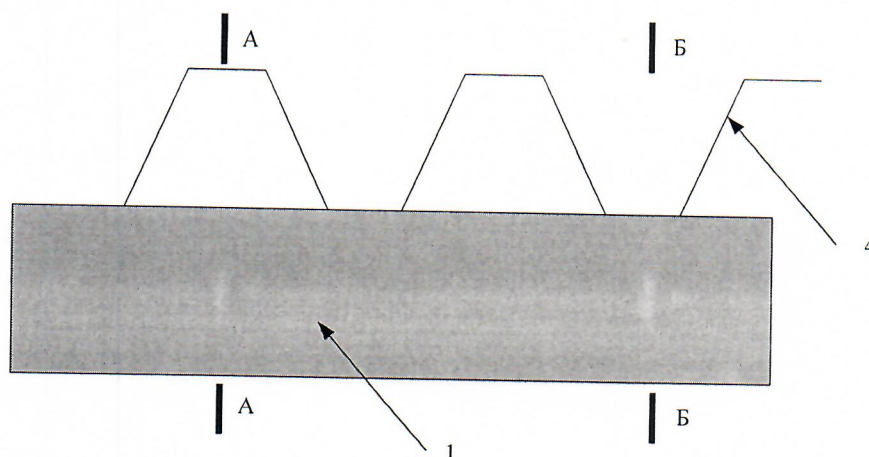
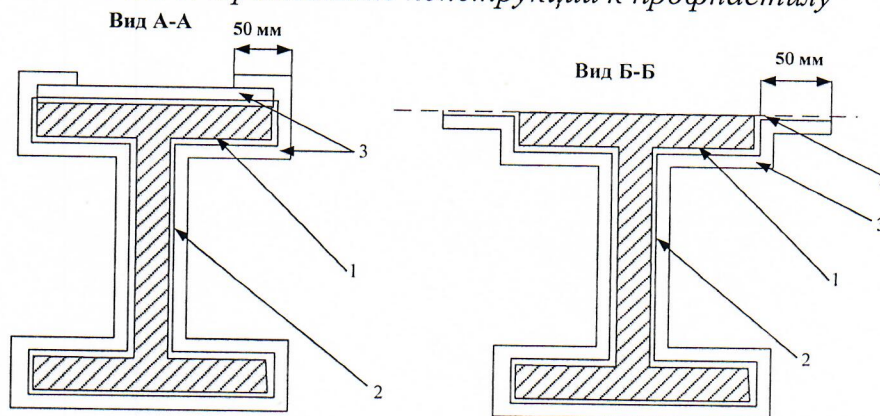

Рис. 3. Примыкание конструкции к профнастилу
Рис. 4 Схема монтажа комбинированного покрытия при прилегании металлоконструкции к профнастилу
3.3.9 В случае, если примыкание защищаемой конструкции к профнастилу согласно рис. 3, то монтаж происходит по следующей схеме. Воздушные промежутки между защищаемой конструкцией и профнастилом плотно забиваются базальтовым рулонным материалом «ВБОР» на глубину 50-100 мм. Допускается использование базальтовой плиты с плотностью не менее 130 кг/м^3 . Монтаж покрытия происходит также как в случае примыкания к ограждающей конструкции. Нахлест комбинированного покрытия на профнастил равен нахлесту в п.3.3.7 и составляет не менее 50 мм.
3.3.10 В случае примыкания защищаемой конструкции к профнастилу в направлении указанным на рис.3. Монтаж происходит двумя способами – вид А-А и вид Б-Б. Схемы монтажа приведены на рис. 4.